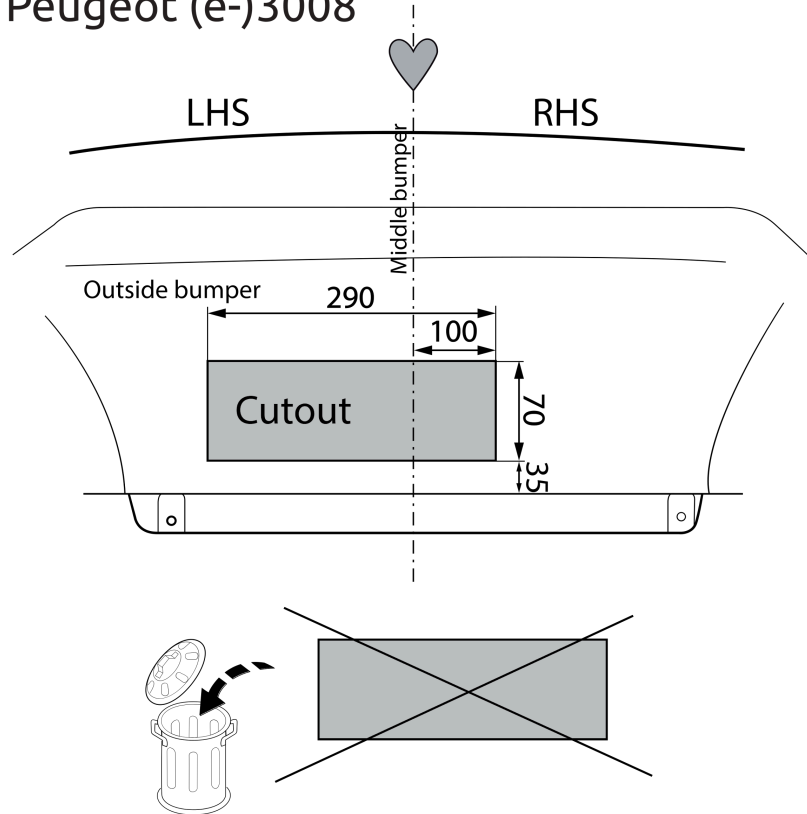

Fig. 4
9. Выпилить обозначенные части, как указано на рис. 4, 5 & 6.